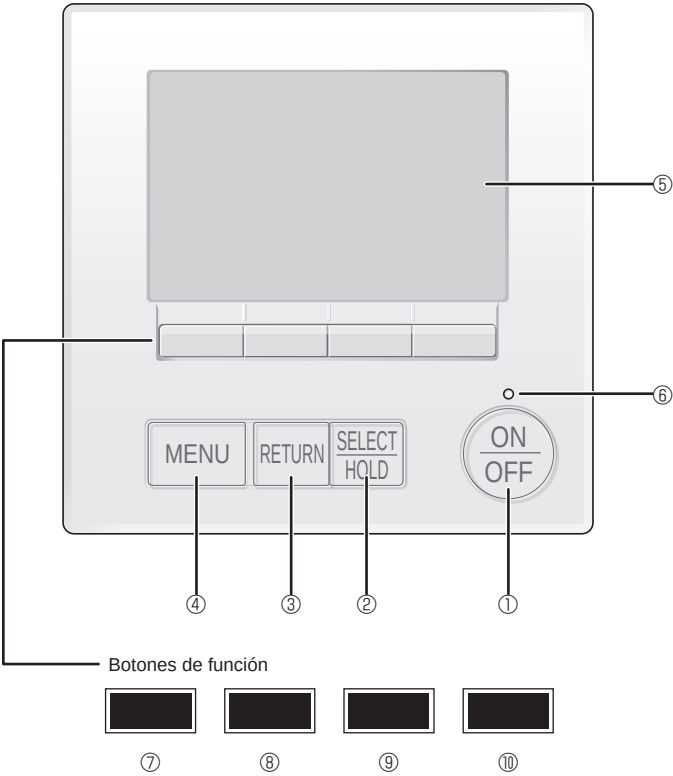

Fig. 7-1
7.2.1. Al usar el mando a distancia MA con cable (Fig. 7-1)
- ① **Botón [ON/OFF]**